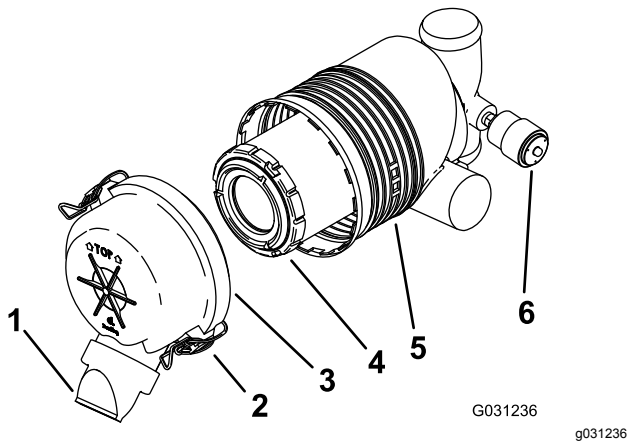

Figura 30
**Importante:** Cambie el filtro del limpiador de aire únicamente cuando el indicador de mantenimiento se ve rojo (Figura 30). El cambiar el filtro antes de que sea necesario sólo aumenta la posibilidad de que entre suciedad en el motor al retirar el filtro.
5. Abra los cierres del limpiador de aire y tire de la tapa de la entrada de aire para separarla del cuerpo del limpiador de aire (Figura 30).
- Si el indicador de mantenimiento se ve transparente, instale la tapa del limpiador de aire con el tapón antipolvo orientado hacia abajo, y cierre los enganches (Figura 30).
- Extraiga con cuidado el filtro del cuerpo del limpiador de aire (Figura 30).
- Instale el filtro con cuidado (Figura 30).
- Instale la tapa del limpiador de aire con el tapón antipolvo orientado hacia abajo, y cierre los enganches (Figura 30).